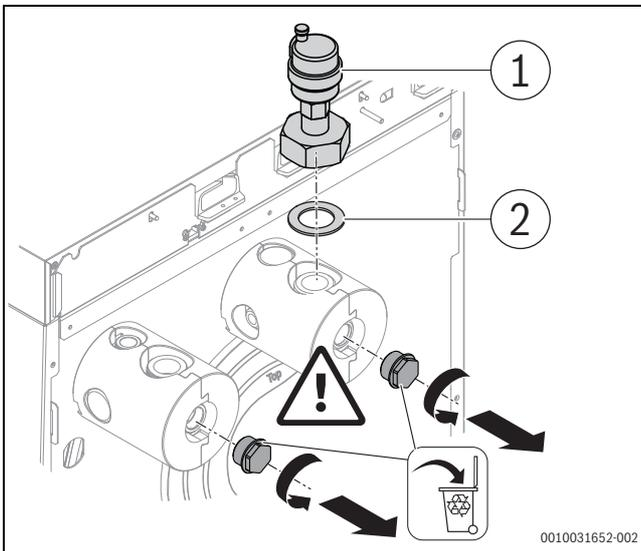

Bild 4 Montage Automatischer Entlüfter
- ▶ Rohrgruppe entsprechend Bild 4 und 5 montieren; **Alle Varianten.**